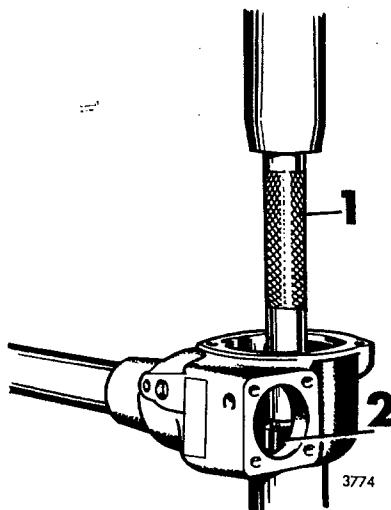

Fig 14-18. Montering av bussningar
1. Montera sektoraxelns bussningar från var sitt håll, se fig 14-18.